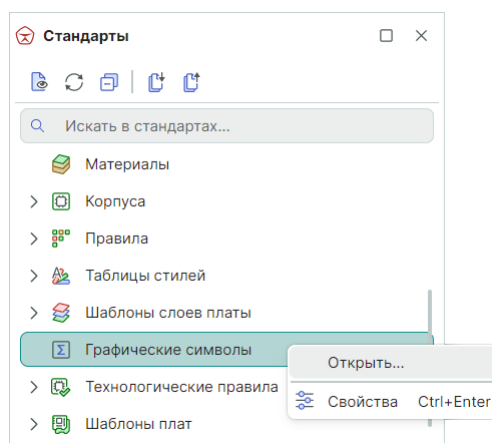

Рис. 146 Вызов редактора графических символов
2. Вызовите для узла контекстное меню и выберите команду «Открыть...» или откройте с помощью двойного клика мыши, см. Рис. 146.